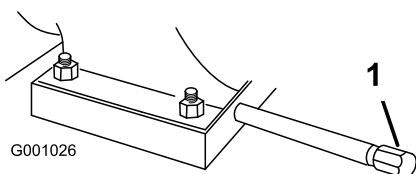

Figure 49
1. Nettoyez la surface autour du bouchon de vidange d'huile (Figure 49).